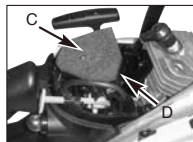

Fig. 15B
2. Lyft ut luftfiltret (C) ur utrymmet (D) (Fig. 15B).